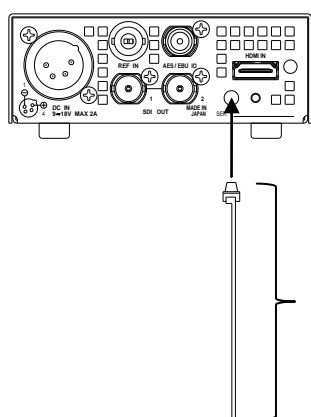

図 4-1
- (1) ケーブル抜け止めを HMS-30U 本体のケーブル抜け止め取り付け穴へ挿入します。(図 4-1)※ケーブル抜け止めを一度装着すると HMS-30U 本体から取り外せません。